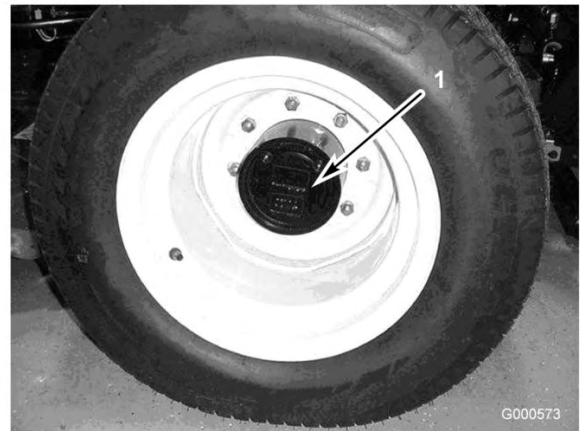

Bild 44
1. Stellen Sie, wenn sich die Maschine auf einer ebenen Fläche befindet, das Rad so, dass sich die Prüf-/Ablassschraube (Bild 44) entweder in der 2-Uhr- oder der 10-Uhr-Stellung befindet.
2. Nehmen Sie die Schraube am Planetengetriebe ab (Bild 44). Der Ölstand muss die Unterseite des Prüfschraubenlochs an der Rückseite der Bremse erreichen.